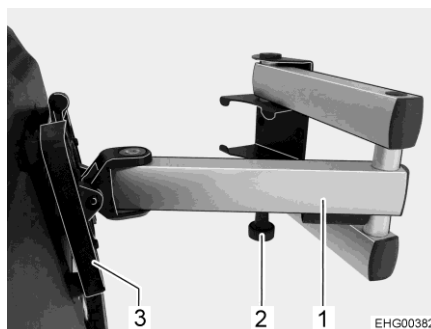

Fig. 76 Support (bras articulé de deux pièces)
- Tirer sur le bouton de déverrouillage (Fig. 76,2). Le bras articulé (Fig. 76,1) est déverrouillé.
- Ranger : ■ Faire retourner l'écran plat dans sa position initiale jusqu'à ce que le support (Fig. 76,3) s'enclenche de manière audible dans le dispositif de verrouillage.